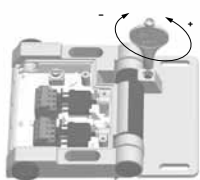

Fig. 6
5. Régler les contacts NF au moyen de l'outil de réglage de telle manière qu'ils soient bien ouverts si l'angle d'ouverture maximal autorisé du protecteur est atteint. Tourner dans le sens horaire pour réduire l'angle de commutation, tourner dans le sens antihoraire pour augmenter l'angle de commutation (Fig. 6); inversement en cas de montage à l'intérieur. L'angle pour ouverture forcée est 7° plus grand que l'angle de commutation réglé.